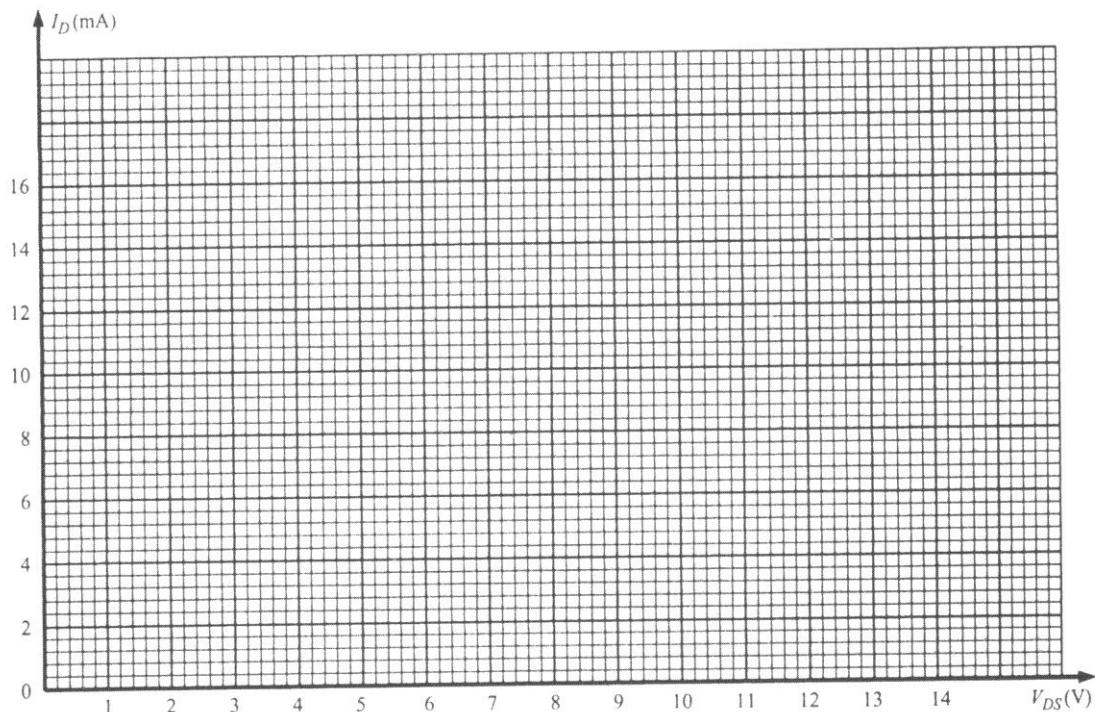

FIG 3.- COURBES CARACTERISTIQUES DE DRAIN DU JFET 2N4416
- 9.- Dessiner les courbes de sortie du JFET sur le graphique de la FIG 3.